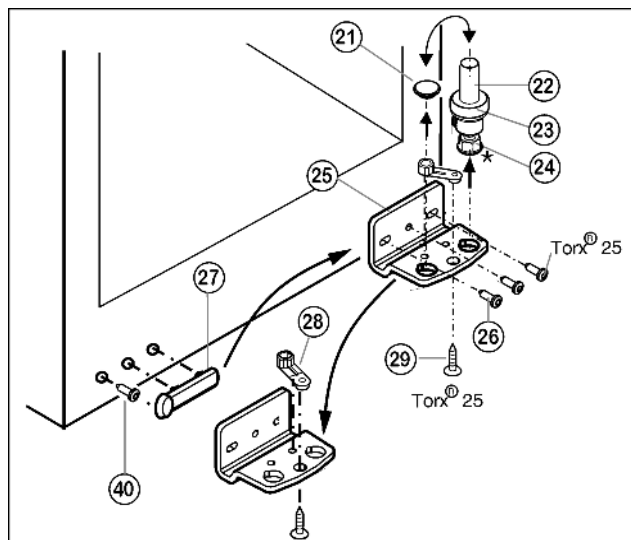

Fig. 5
- ▶ Retirer le pivot Fig. 5 (22) complètement avec le disque Fig. 5 (23) et le pied réglable* Fig. 5 (24) par le haut.
- ▶ Enlever le bouchon Fig. 5 (21).
- ▶ Dévisser Fig. 5 (25) le support d'appui Fig. 5 (26).
- ▶ Dévisser l'élément pivotant Fig. 5 (28) et le permuter dans le trou opposé du support d'appui.
- ▶ Enlever le cache côté poignée Fig. 5 (27) avec précaution, dévisser la vis Fig. 5 (40) et les positionner sur le côté opposé.
- ▶ Revisser à fond le support d'appui Fig. 5 (25) sur le nouveau côté charnière en utilisant une visseuse sans fil si nécessaire, avec un couple de serrage de **4 Nm**.
- ▶ Réinsérer le bouchon Fig. 5 (21) dans l'autre trou.
- ▶ Replacer complètement le pivot Fig. 5 (22) avec le disque et le pied réglable*. Faire attention à ce que les ergots d'encliquetage soient tournés vers l'arrière.
- ▶ Enlever le bouchon (33) du coussinet de la porte et le mettre de l'autre côté.
- ▶ Démontez la poignée de porte (32), le bouchon (33) et les plaques d'appui (34) puis les repositionner sur le côté opposé.
- ▶ Placer la porte par le haut sur le pivot inférieur Fig. 5 (22).
- ▶ Placer le support d'appui supérieur (12) sur le nouveau côté charnière de porte.
- ▶ Visser le support d'appui supérieur (12) à fond (avec **4 Nm**) (2 Torx® 25) (13). Pointer les trous de vissage ou utiliser une visseuse sans fil.
- ▶ Faire encliqueter le cache (10) et le cache (11) du côté opposé.
- ▶ Aligner éventuellement la porte par rapport aux deux trous oblongs du support d'appui inférieur Fig. 5 (25) pour qu'elle affleure avec l'habillage de l'appareil. Pour cela, dévisser la vis centrale.